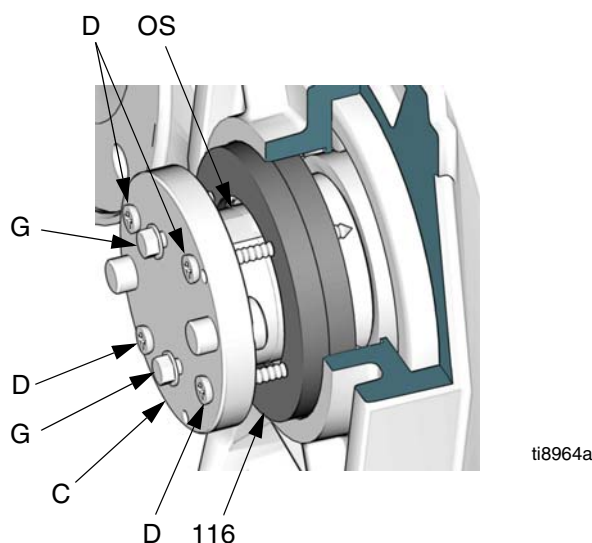

FIG. 27. Retire los sellos del eje de salida
7. Coloque cinta sobre el chavetero del eje de entrada para evitar dañar el sello nuevo. Llene la cavidad del sello del eje de entrada con grasa Nro. de pieza 107411. Instale la junta de entrada (109) con el labio apuntando hacia adentro, hasta que la junta entre en contacto con el resalte de la carcasa del reductor de engranajes. Quite la cinta.
8. Asegúrese de que el sello incluido esté en el tapón de drenaje de aceite (118), luego enrosque el tapón en el reductor de engranajes. Apriete a 34 N•m (25 ft-lb).
10. Retire las dos sellos de salida (116) como sigue:
- a. Vea la FIG. 27. Coloque la herramienta (C) en el eje de salida (OS). Gire la herramienta 90°. Instale y apriete los dos tornillos de 0,5 pulg. (13 mm) (G) para bloquear la herramienta en su lugar.
- b. Perfore agujeros guía de 1/8 pulg. (3 mm) de diámetro (máximo) en las juntas (116), usando los orificios para los tornillos para chapa metálica (D) como una plantilla. Instale los tornillos para chapa metálica (D) a través de la herramienta y en los sellos (116).
- c. Apriete los tornillos (D) de forma uniforme para extraer ambos sellos.